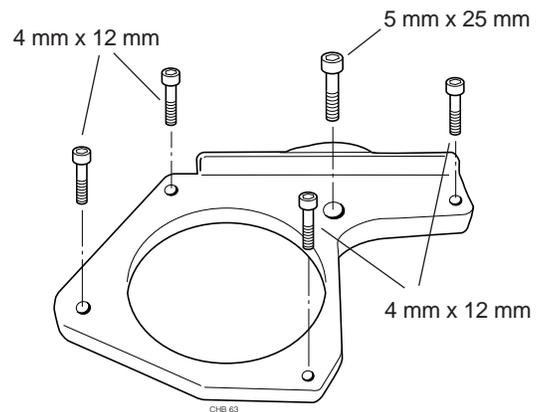

Figura 10.11
Paso 3. Extraiga los 4 tornillos de montaje del conjunto de freno y luego saque el tornillo de montaje de 5mm situado sobre la barra trasera (figura 10.11)